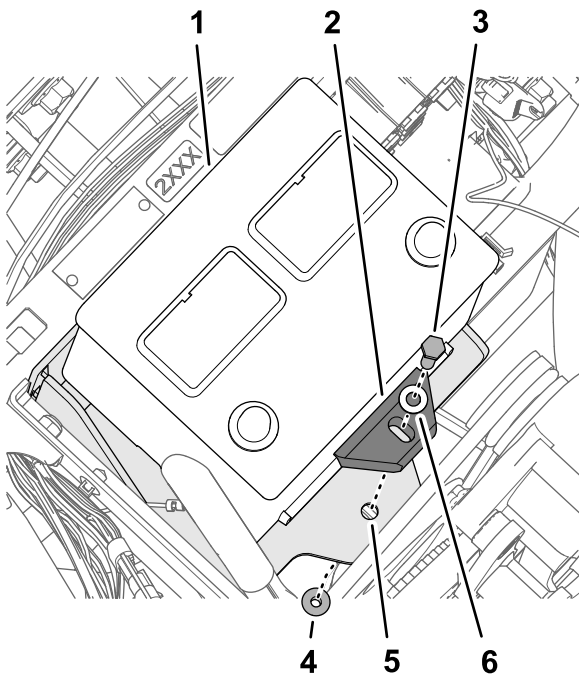

Bild 174
5. Montieren Sie die Batterie mit der Schraube (5/16" x 1-3/4"), der Scheibe (5/16"), dem Batteriehalter und der Sicherungsbundmutter (5/16") an der Batteriehalterung, wie in Bild 174 abgebildet.